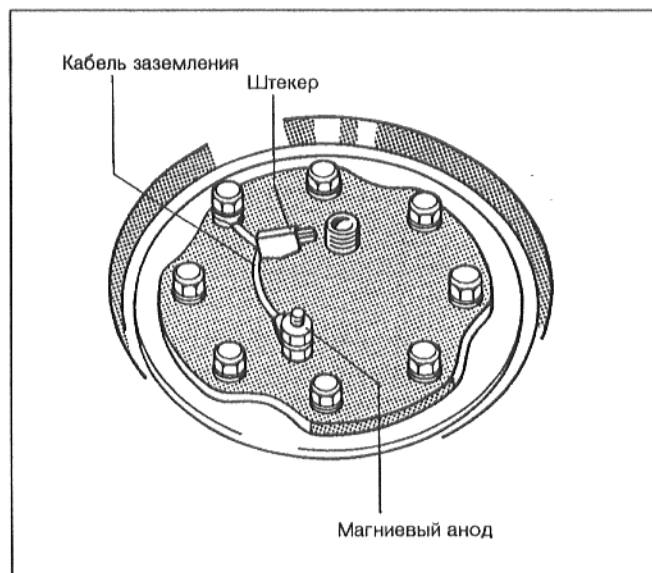

Рис. 11 – SU 300 (SU E 300)
- Проверить подключение кабеля заземления магниевого анода (Рис. 11).
- Вывинтить винты с шестигранной головкой из верхней крышки люка, снять крышку люка с магниевым анодом, вынуть магниевый анод и произвести его проверку (SU300, Рис. 11).